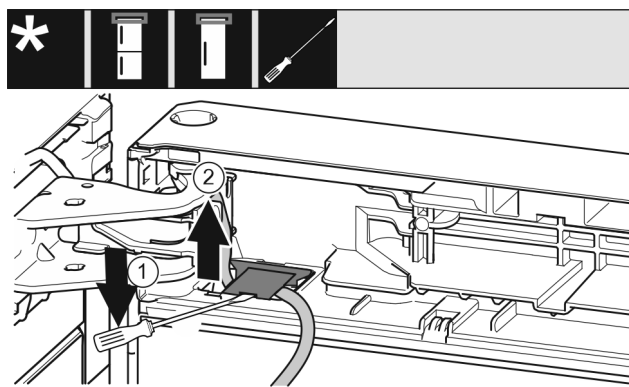

Fig. 21
- ▶ S ploščatim izvijačem dvignite pokrov in ga izvlecite. Fig. 21 (1)
- ▶ Izvlecite kabel. Fig. 21 (2)